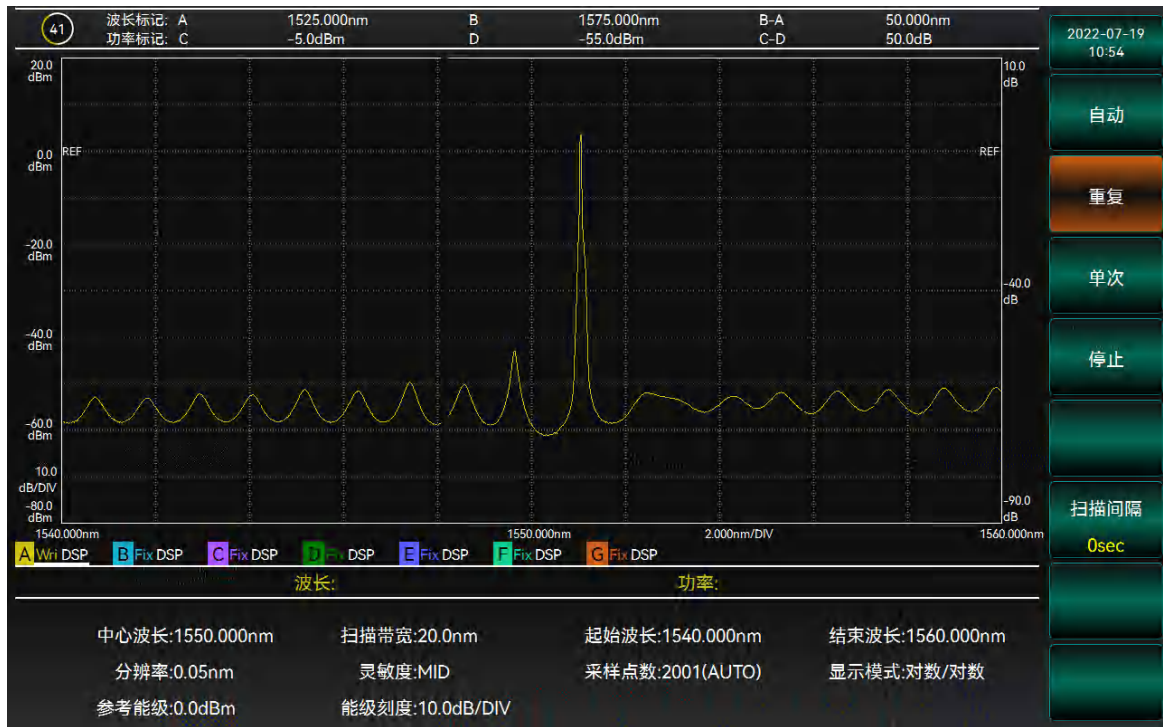

图 3-10 重复扫描结果示意图
2. 选择【重复扫描】，开始扫描。扫描完成后如图 3-10 所示。